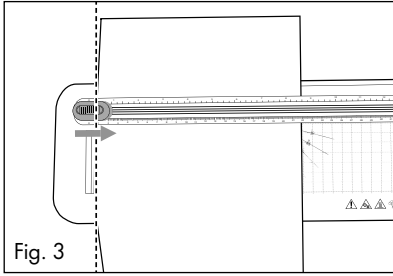

Fig. 3
- ▶ Al cortar documentos, pueden quedar tiras de papel en la guía de corte ❸, que son difíciles de retirar.
- 1) Desplace el cabezal de corte ❹ hasta el tope. El cabezal de corte ❹ puede desplazarse hasta los dos extremos de la guía de corte ❸.
- 2) Coloque el papel/la funda bajo la guía de corte ❸.
- 3) Utilice las marcas de la regla de corte ❶ para alinear exactamente el papel/la funda si, p. ej., desea acortarlos o cortarlos en diagonal (consulte las figs. 3 y 4).